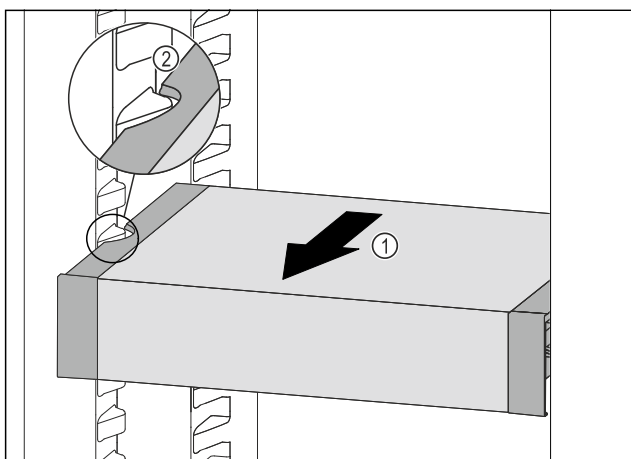

Fig. 137
- Tërhiqni VarioSafe për nga përpara Fig. 137 (1), derisa foletë anësore të VarioSafe të jenë në lartësinë e brinjëve të kutisë në pjesën e ftohjes. Fig. 137 (2)